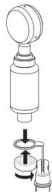

рис. 2
2. Вставьте микрофон через верх в микрофонный зажим и закрепите снизу гайкой (рис. 2).